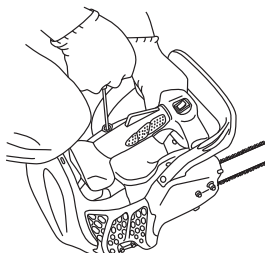

Fig. 12
- Tire de nuevo el arrancador de desmanación con fuerza de la misma manera antes mencionada. (Fig. 12)